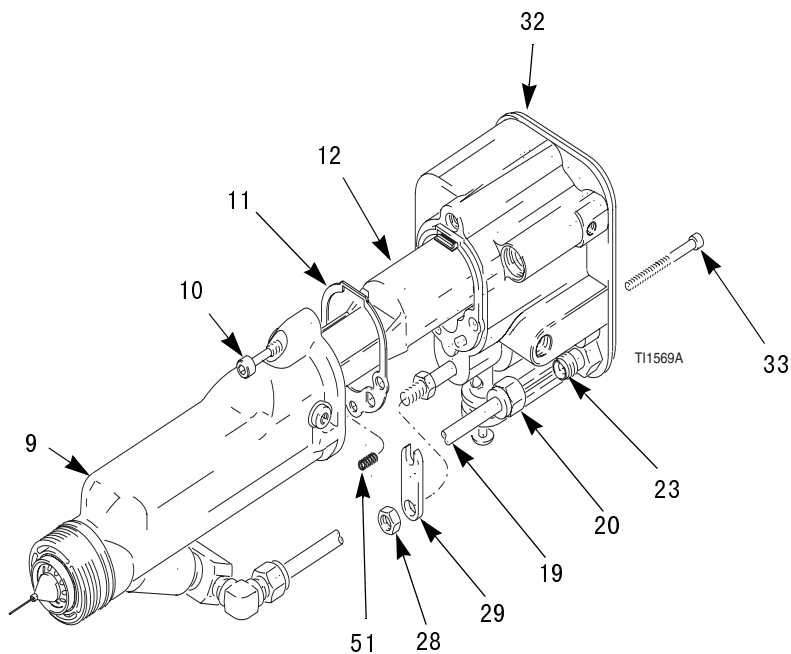

图 30. 枪管安装
1. 确保垫片（11）和接地弹簧（51）均已就位。确保空气孔都正确对准。如有损坏，可将其更换。见图 30。